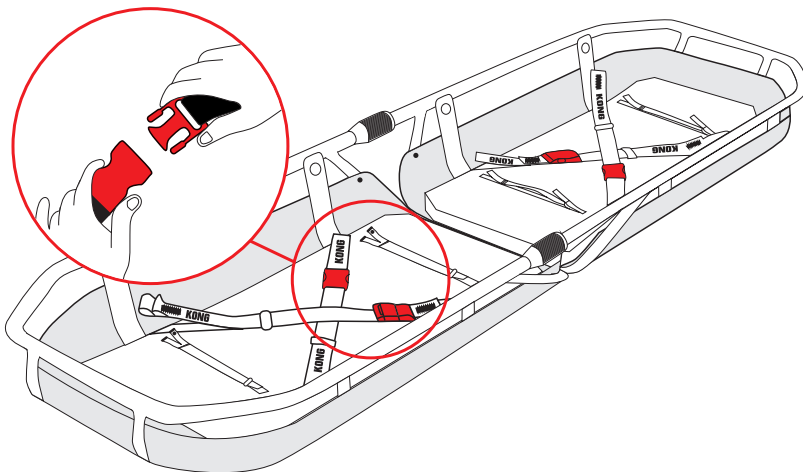

Fig.9
- a) sganciare le fibbie ed aprire le fettucce di bloccaggio (fig. 9),